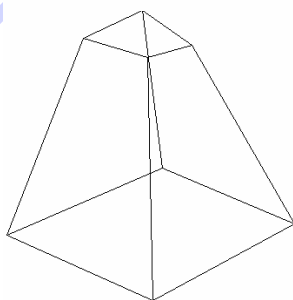

图 13-25 四棱台
2) TOP 选择该选项时, AutoCAD 会要求用户输入 4 点确定一个顶面形成如图 13-25 所示的四棱台。